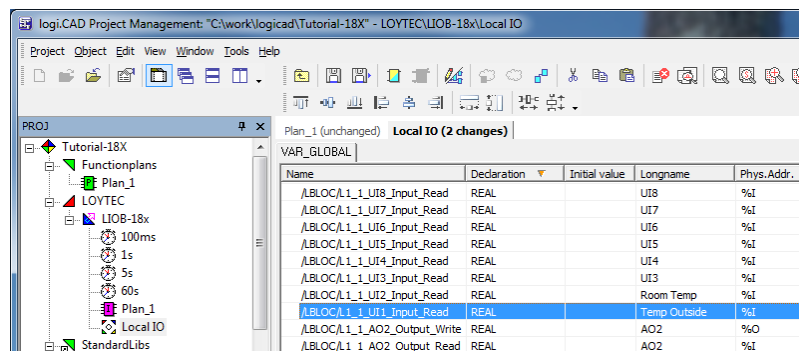

Abbildung 7: Für PLC sichtbar gemachte Datenpunkte erscheinen in LogiCAD
- Die Datenpunkte erscheinen jetzt als Variablen im LogiCAD in einem Ordner unter dem Geräteordner. Der Ordner ist spezifisch nach der Technologie der Datenpunkte benannt, z.B. „Local IO“ für alle lokalen I/Os, die als PLC-Variable sichtbar gemacht wurden. Ein Beispiel ist in Abbildung 7 gezeigt.